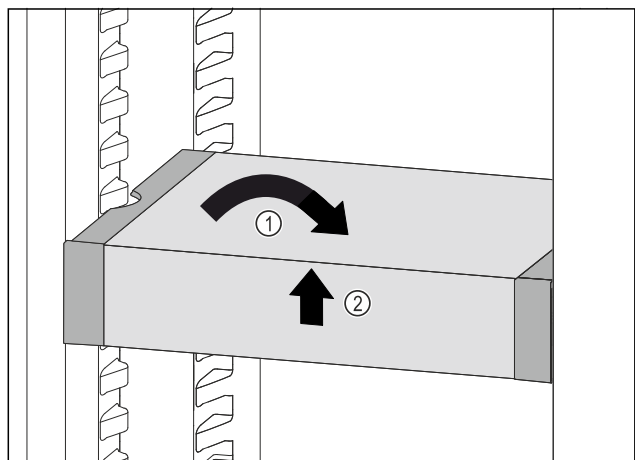

Fig. 123
- ▶ Virівняти VarioSafe. Fig. 123 (1)
- ▶ Підняти VarioSafe спереду. Fig. 123 (2)